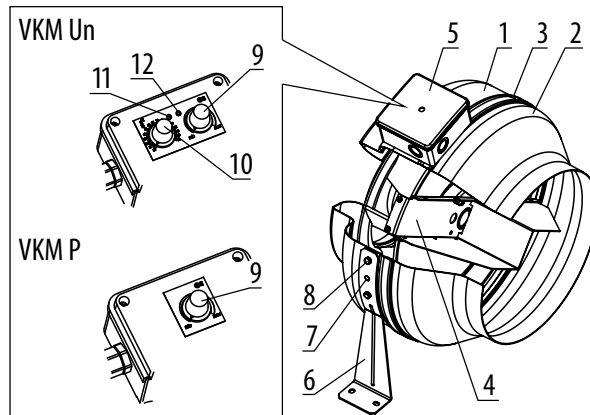

Abb. 1
Die elektronische Steuereinheit dient der stufenlosen Regelung der Geschwindigkeit des Ventilatorlaufrades (Luftdurchsatz). Die Geschwindigkeit wird mit dem Drehzahlregler (9, Abb. 1) gesteuert.
**Die VKM Un Ventilatoren sind mit einem Temperatur- und Drehzahlregler ausgestattet** (siehe Abb. 1).
Technische Wartung besteht in periodischer Reinigung der Oberflächen des Ventilators von Staub und Schmutz. Zur Entfernung des Staubs eine weiche Bürste oder Druckluft verwenden. Die Laufradschaufeln sorgfältig alle 6 Montage reinigen. Zur Reinigung die Schrauben (3) herausdrehen und den Ventilatordeckel (2) abnehmen (Abb.1). Die Laufradschaufeln mit einer neutralen Reinigungsmittellösung und angefeuchtetem Tuch abwischen. Die elektrischen Komponenten sind dabei vor Feuchtigkeit zu schützen!